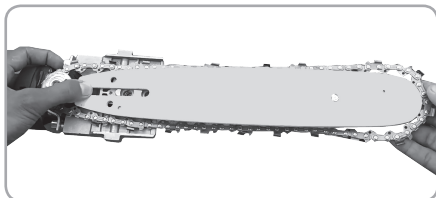

Fig.9
- Montați lanțul (2) în canelura de ghidare a lamei (1) conform Fig.9;